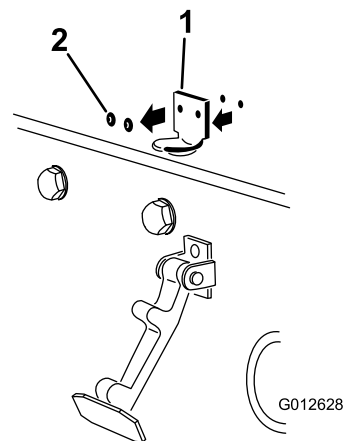

Рисунок 6
2. Извлеките 2 заклепки, которые крепят кронштейн защелки капота к капоту (Рисунок 6).